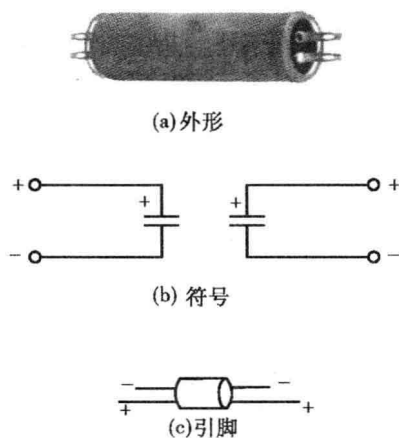

图 1-22 四端组合式电解电容器
(2) 四端组合式电解电容器：外形和符号如图 1-22 所示，其内部的两只电容器相互独立，自身的等效电阻及等效电感都较小，高频特性优良，主要应用于变频电动车中。